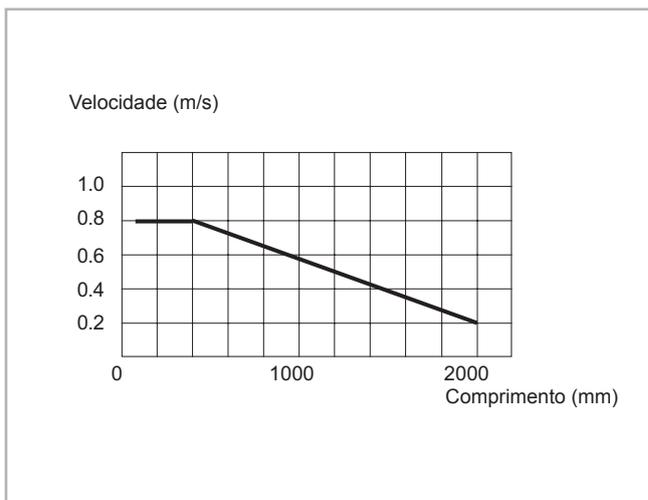

Fig. 72
A velocidade máxima de deslocamento é determinada pela massa do elemento intermediário, o qual acompanha o movimento realizado pelo guia móvel. Por essa razão, a velocidade máxima de deslocamento admissível diminui em função do aumento do comprimento (ver fig. 72).
- As guias Telescopic Rail são indicadas para funcionamento contínuo nos sistemas automáticos. Nesse caso, o curso deve manter-se constante em todos os ciclos de andamento, devendo a velocidade de deslocamento ser controlada (ver pág. TR-42, fig. 72). O movimento das guias telescópicas está assegurado por gaiolas de esferas internas, que no caso de diferentes cursos poderão executar um desalinhamento a partir da posição inicial. Esta mudança de fase pode alterar negativamente as propriedades de deslocamento ou limitar o curso. Se, no âmbito de uma aplicação, surgirem diferentes tipos de cursos, a força de acionamento deverá estar dimensionada de modo adequado para poder sincronizar o respectivo desalinhamento nas gaiolas de esferas. Caso contrário, será necessário prever a intervalos regulares um curso máximo suplementar, a fim de se assegurar o correto posicionamento da gaiola de esferas.